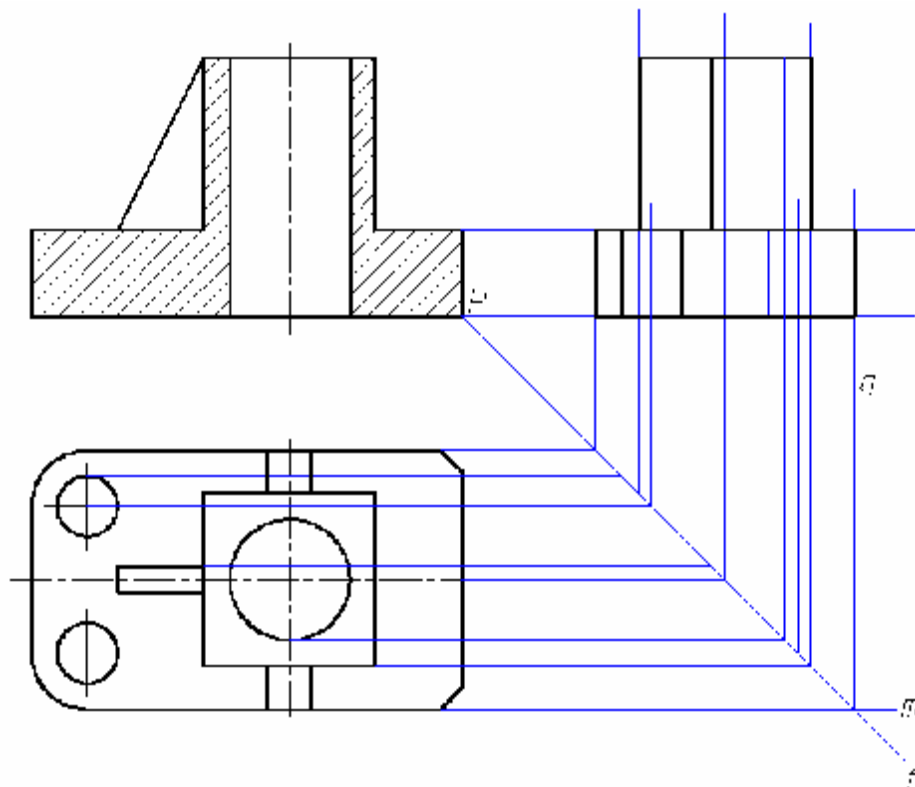

Рис. 20. Построение изображения слева
Для построения в AutoCAD изображения слева лучше всего воспользоваться вспомогательной осью отражения, как показано на рис. 20.
Проведем горизонтальные и вертикальные вспомогательные линии проекционной связи, так как показано на рис. 20. В качестве примера опишем, как провести линии **m** и **g**:
В качестве примера (см. рис. 20) сотрем правые части вспомогательных линий построения, которые выступают за ось **f**:
4. Аналогично удалим все вспомогательные линии построения на рис. 20.